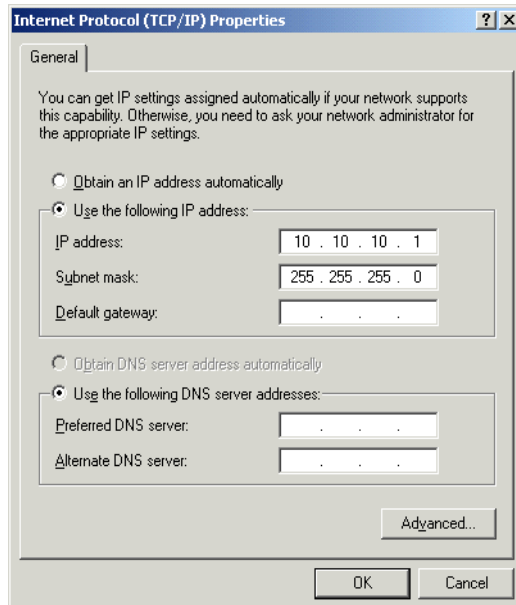

図 40 Internet Protocol (TCP/IP) のプロパティ
- 6 「Internet Protocol (TCP/IP) のプロパティ」ダイアログ 図 40 で「次の IP アドレスを使う」をチェックしてそのコンピュータの「IP アドレス」と「サブネットマスク」を入力します。